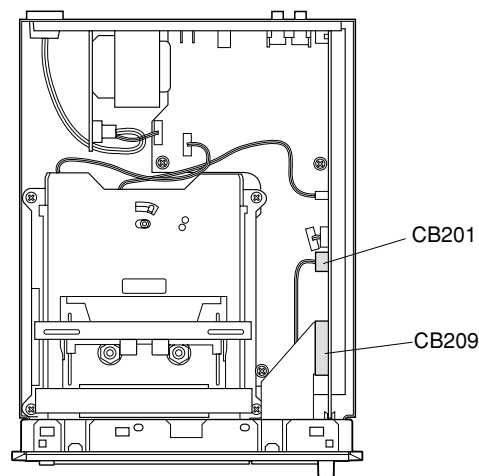

Fig. 2
- a. Disconnect 2 connectors (CB201 and CB209) in Fig. 2.
- a. コネクタ2ヶ所 (CB201、CB209) を外します。( Fig. 2 )